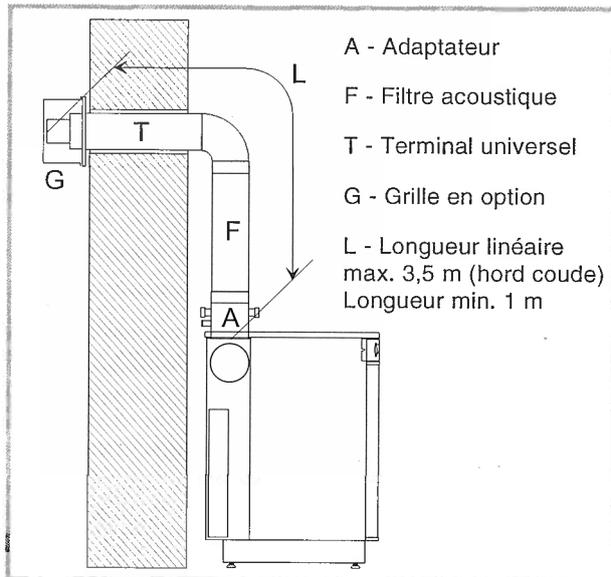

Figure 10 - Possibilités de raccordement, type C13
Longueur linéaire maximale autorisée = 3.5 m à partir de la boîte de raccordement (L, fig. 10). La longueur minimum est obtenue par l'utilisation du matériel fourni (adaptateur et filtre).
- Choisir le type d'installation (fig. 10).